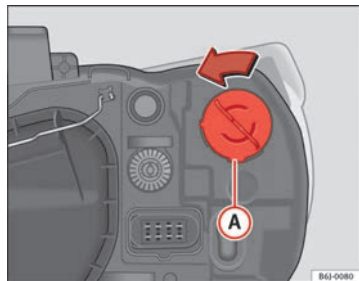

Fig. 147 Clignotant de projecteur simple
- Tournez la douille d'ampoule ⇒ fig. 147 **A** vers la gauche puis tirez.